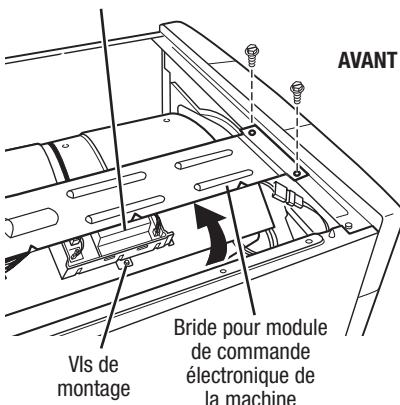

Figure 14a. Détacher le module de commande électronique de la machine de la bride de montage (sur certains modèles).
2. Faire glisser la bride par-dessus le sommet du tambour pour accéder aux connecteurs du module de commande électronique de la machine et à la vis de montage. Voir figure 14a ou 14b, page 55 (selon le modèle).
2. Ôter la vis fixant le module de commande électronique de la machine sur la bride de montage. Voir figure 14a ou 14b (selon le modèle).